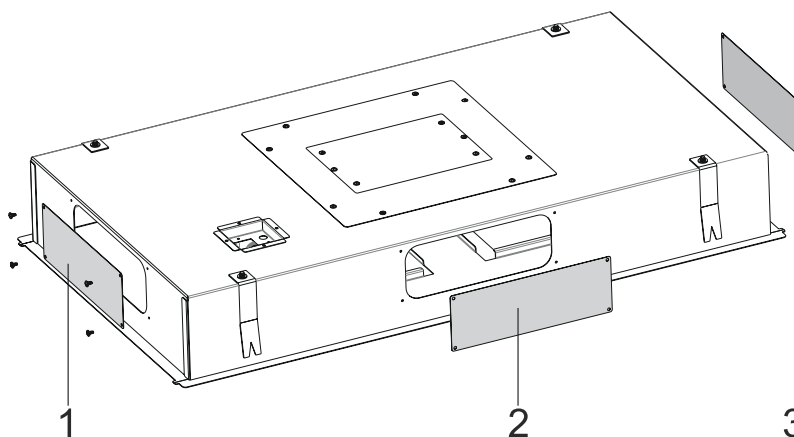

Fig. 29
**12.** Fläkten har 3 rektangulära utsugsutgångar (Fig. 29/1,2,3).